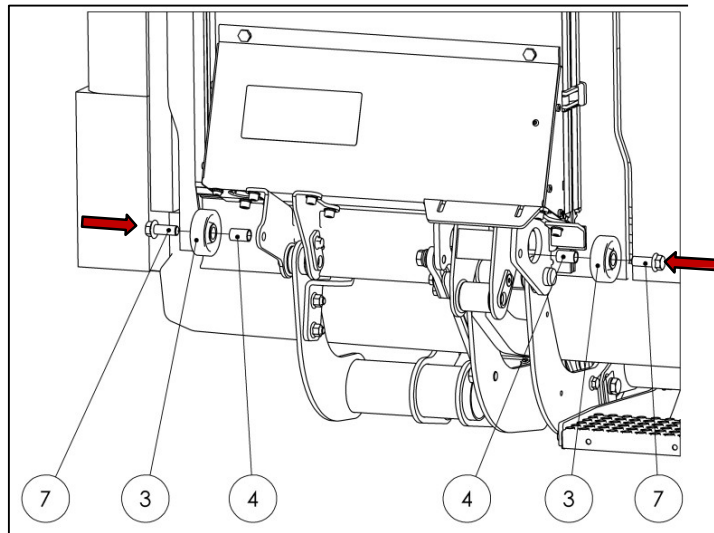

Fig. 66
- Coloque los tornillos con brida (7), los casquillos (4) y los rodillos de tierra (3) del juego de accesorios (vea la Fig. 66).